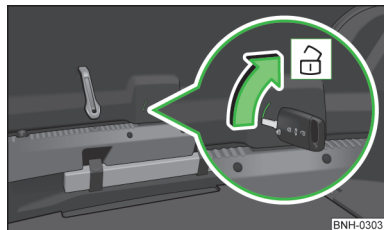

Fig. 140
- Introducir la llave del vehículo hasta el tope en la ranura del revestimiento » fig. 140.